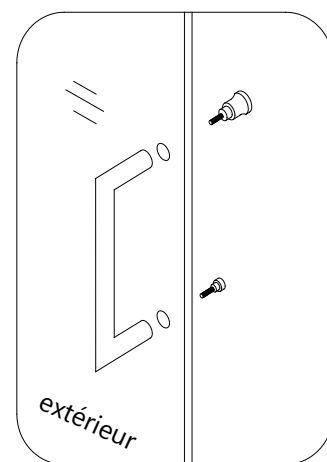

Fig 21
21. Posez la **poignée (N° 02)** sur la **porte vitrée (N° 01)**. **(Fig 21)**